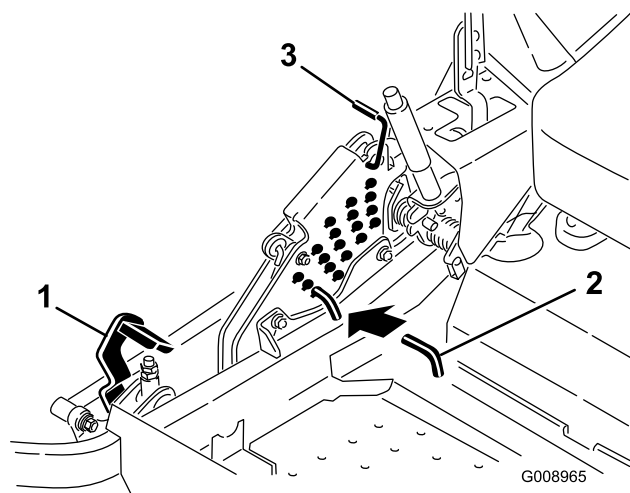

Figura 24
2. Premete il pedale di sollevamento del piatto di taglio e sollevate il piatto in posizione di trasporto (oltre la posizione dell'altezza di taglio di 140 mm); come illustrato nella Figura 24.
3. Per regolare, ruotate il perno di 90 gradi e togliete il perno dalla staffa dell'altezza di taglio (Figura 24).
4. Nella staffa dell'altezza di taglio scegliete un foro corrispondente all'altezza richiesta, ed inserite il perno (Figura 24).